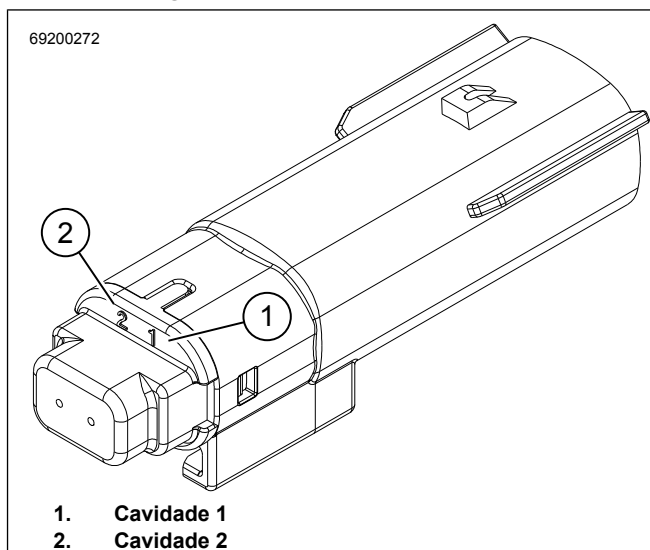

Figura 5. Conector de 2 pinos 69200272
3. Veja a figura 5. Instale os terminais macho branco/rosa na cavidade 1 do conector [69200272].